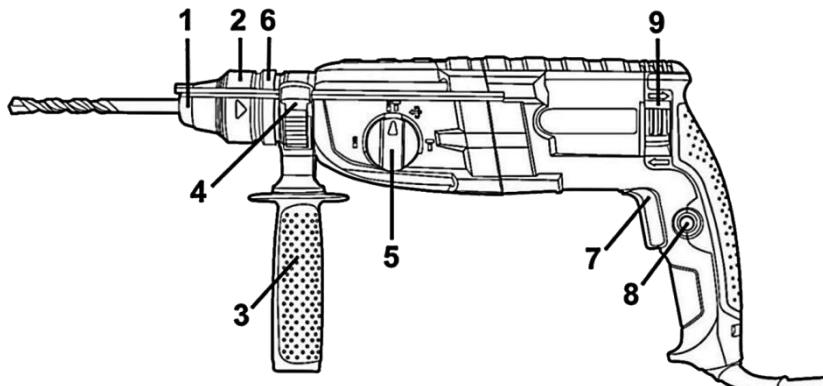

Рисунок 1
4.1 Виберіть необхідний режим роботи виробу за допомогою перемикача (5) (див. рисунок 1, таблицю 1). При необхідності встановлення свердлильної насадки – встановіть її в патрон SDS-plus через адаптер.
4.2 Для ввімкнення виробу натисніть на курок вимикача (7) (рис.1). Для відключення виробу слід курок відпустити.